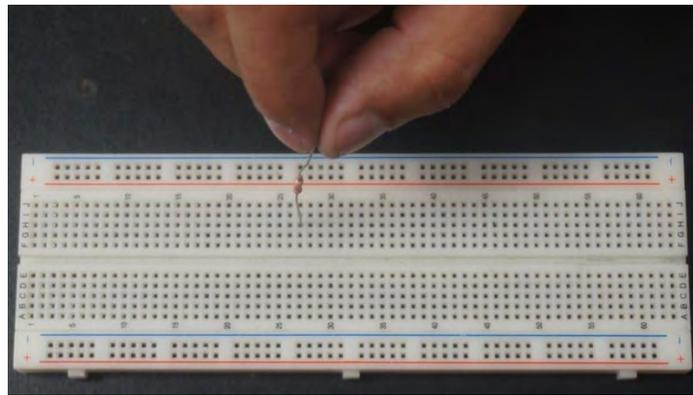

Figura E.5. Montar una resistencia en la protoboard.
1. Para colocar una resistencia la tenemos que colocar perpendicularmente al nodo, en la figura E.5 se muestra esta técnica.